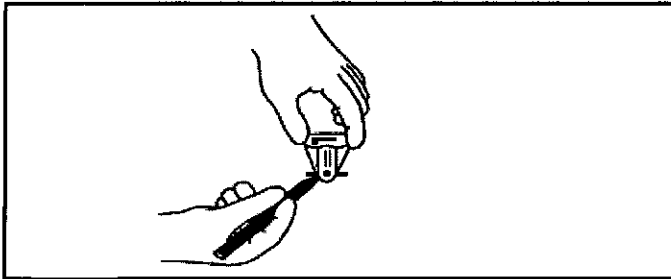

FIGURA 9
- f) Para determinar la posición exacta del MAGNA-SITE™, gire el MAGNA-FINDER™ 90° y una vez más, desplace lentamente el MAGNA-FINDER™ hacia delante y hacia atrás. Cuando el localizador magnético este de nuevo perpendicular, haga otras dos marcas como se muestra en la figura 9.